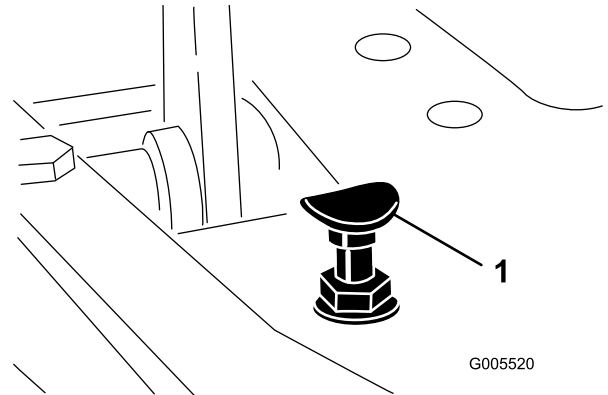

图 42
要获得最大行驶速度请将功能控制杆放在行驶位置并踩下驱动踏板。如果在拉线感到张紧力之前踏板接触到限位器图 42 请执行以下调节程序
1. 将功能控制杆放在行驶位置松开将踏板限位器固定至底板上的锁紧螺母图 42。